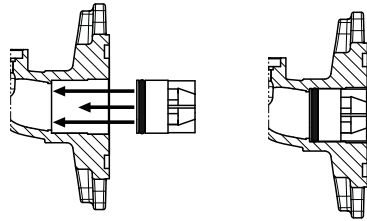

Fig. 1 Installation du clapet antiretour
- Installer un clapet antiretour si cela est nécessaire. Voir fig. 1.